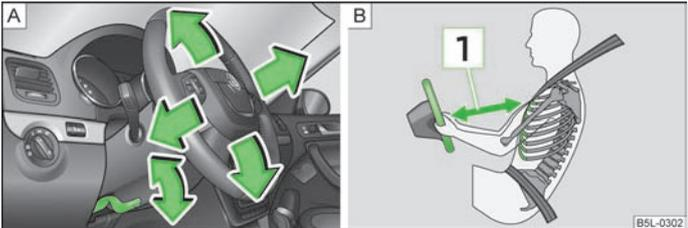

Abb. 93 Verstellbares Lenkrad: Hebel neben der Lenksäule / Sicherer Abstand zum Lenkrad
- Den Hebel unter dem Lenkrad nach unten schwenken » Abb. 93 - A.